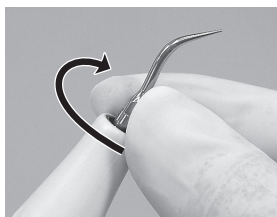

Fig.2
1) Girare lievemente la punta con la mano e inserirla. (Fig. 2)